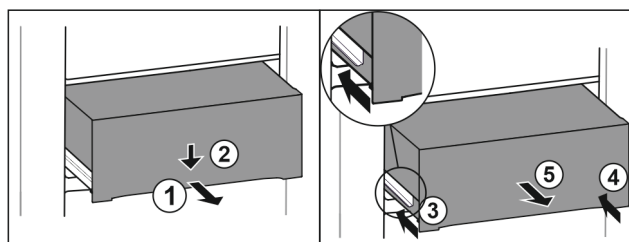

Fig. 221
- ▶ Τραβήξτε έξω το συρτάρι μέχρι τη μέση. Fig. 221 (1)
- ▶ Πιέστε το συρτάρι στην μπροστινή πλευρά προς τα κάτω. Fig. 221 (2)
- ▶ Εισάγετε την αριστερή ράγα περίπου 2 cm. Fig. 221 (3)
- ▶ Εισάγετε τη δεξιά ράγα περίπου 2 cm. Fig. 221 (4)
- ▶ Αφαιρέστε το συρτάρι προς τα εμπρός. Fig. 221 (5)